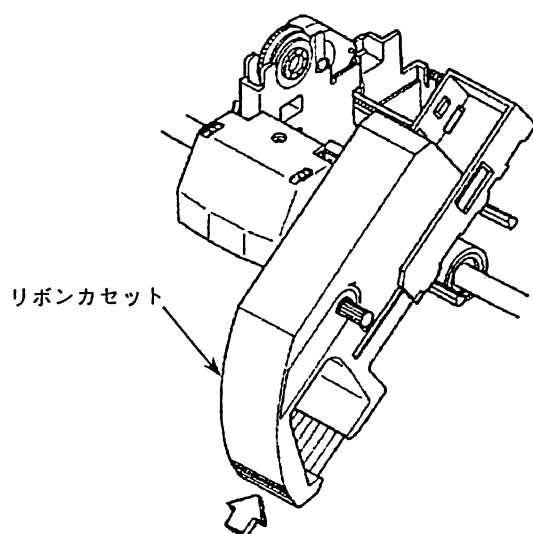

図 6.1.14
- 5) リボンカセットを収納部奥まで挿入します (図6.1.14)。